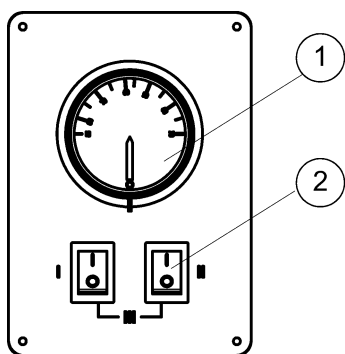

Рисунок 5. Терморегулятор
**10.1** Включение прибора выполняется через внешний автоматический выключатель **QF** и включением клавиш **I, II** терморегулятора (более подробно см. рис.5 и таблицу 4).
**10.5** Выбор значения температуры теплоносителя, которую будет поддерживать прибор осуществляется вращением ручки терморегулятора (см. рис. 5). При вращении по часовой стрелки значение температуры теплоносителя увеличивается, при вращении против часовой стрелки значение уменьшается. **Рекомендуемый диапазон регулирования температуры от 40°C до 70°C.**